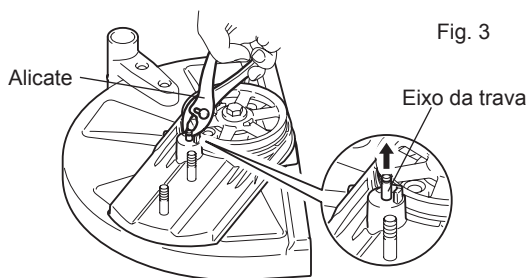

Fig. 3
- (4) Pegue o eixo de trava com uma chave de fenda entalhada ou um alicate. (Fig. 3)